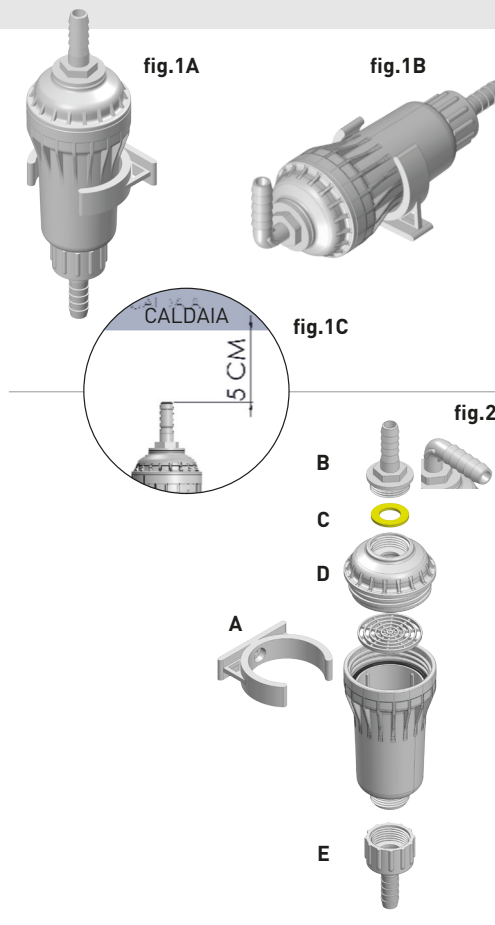

fig.3
Prima di effettuare l'operazione di ricarica (**fig.3**) indossare guanti e dispositivi di protezione per fluidi acidi. Premunirsi di un contenitore per l'acqua residua, che potrà uscire dal filtro durante l'operazione. Svitare il raccordo dritto (I) dal vaso (H), sfilare il vaso dalla clip (G). Svitare il vaso dalla testa (F). Svuotare il minerale residuo e pulire il vaso. Ricaricare le sfere fino al segno in figura. Ri-assemblare. Utilizzare solo ricambi originali.
Wear gloves and protective devices for acid fluids before recharging (**fig.3**). Use a container for the remaining water, which may exit the filter during the operation. Unscrew the straight connector (I) from the bowl (H), remove the bowl from the clip (G). Unscrew the bowl from the head (F). Empty the remaining mineral and clean the bowl. Reload the spheres up to the mark in the figure. Re-assemble. Use only original spare parts.
Use guantes y dispositivos de protección para líquidos ácidos antes de recargar (**fig.3**). Use un recipiente para el agua restante, que puede salir del filtro durante la operación. Destornille el conector recto (I) del vaso (H), retire el vaso del clip (G). Destornille el vaso de la cabeza (F). Vaciar el mineral restante y limpiar el frasco. Recargue las esferas hasta la marca en la figura. Volver a montar. Utilice únicamente piezas de repuesto originales.